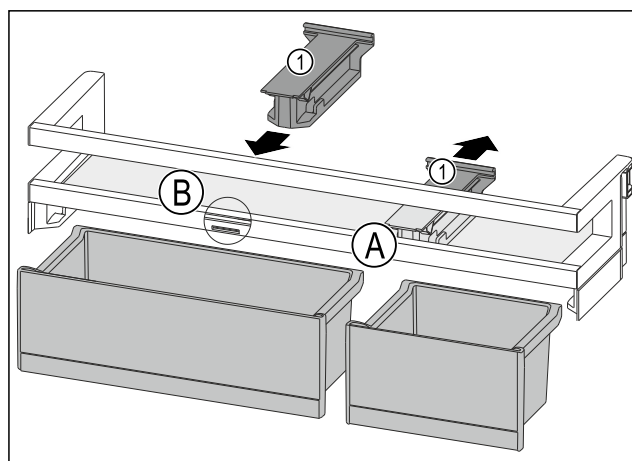

Fig. 109
- Tirare l'elemento di tenuta Fig. 109 (1) all'indietro per portarlo in posizione Fig. 109 (A).
- Inserire l'elemento di tenuta Fig. 109 (1) in posizione Fig. 109 (B).